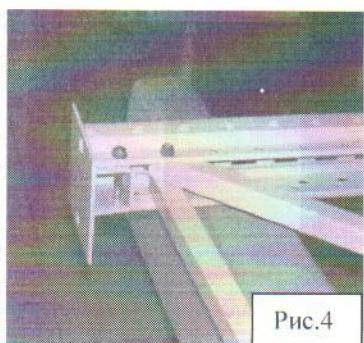

Рис.4
1.4. Для установки второго конца поперечины в противоположной стойке возьмите раскос (он длиннее, чем поперечина, с овальными отверстиями), совместите отверстия в поперечине с отверстием в раскосе, и разместите их внутри противоположной стойки на уровне 12-го отверстия диаметром 9мм (пустых отверстий будет 11 на длине 600мм). Когда все четыре отверстия совпадут, снова проденьте сквозь них болт M8x65 и закрепите гайку с шайбой, не затягивая ключом (рис.4).